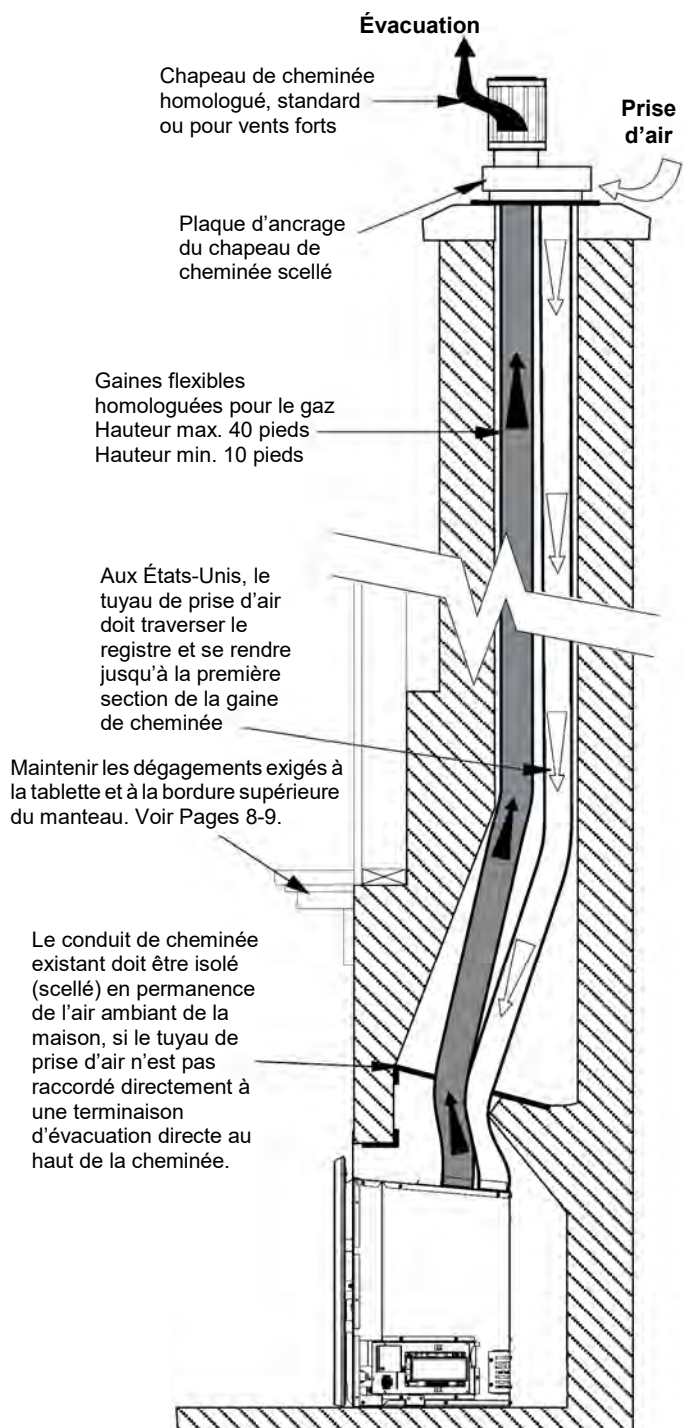

Figure 7. Appareil installé dans un foyer en maçonnerie. AU CANADA : La prise d'air doit être raccordée au chapeau de cheminée.
- La hauteur minimale du chapeau de cheminée, à partir du dessus de l'encastable, doit être d'au moins 10 pieds, et la hauteur maximale ne doit pas dépasser 40 pieds. Voir fig. 7 et 8.
Cet appareil doit être évacué par la cheminée en le raccordant à une paire de gaines flexibles en aluminium de 3 pouces (évacuation et prise d'air) homologuées pour appareils au gaz. Un conduit est raccordé à la buse d'évacuation sur le dessus de l'appareil, et doit évacuer les gaz d'évacuation à l'extérieur de la maison. La gaine de ce conduit d'évacuation doit traverser toute la longueur de la cheminée et se raccorder directement au chapeau de cheminée. Voir fig. 7 et 8.
L'autre gaine de 3 pouces doit être raccordée à l'orifice de prise d'air de l'appareil, pour fournir l'apport d'air frais (air de combustion) à l'appareil. Cette gaine doit dépasser d'au moins 6 pieds à travers la zone du registre du foyer, pour entrer dans la première section de la gaine de cheminée. Cette gaine peut aussi traverser toute la longueur de la cheminée et se raccorder au chapeau de cheminée. Voir fig. 7 et 8.
Si le conduit flexible de la prise d'air ne traverse pas toute la longueur de la cheminée, jusqu'au chapeau de cheminée : **UNE PLAQUE DE BLOCAGE EN MÉTAL DOIT ÊTRE FABRIQUÉE ET INSTALLÉE AU-DESSUS DE L'APPAREIL, SOUS L'EXTRÉMITÉ DU CONDUIT DE PRISE D'AIR** (normalement dans la zone du registre). Voir fig. 7.